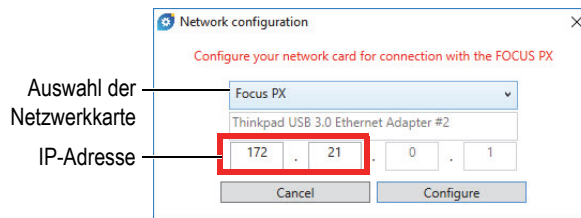

Abbildung 5-3 Auswahl der zu konfigurierenden Netzwerkkarte
4. Im Dialogfeld **Network configuration** wählen Sie die Netzwerkkarte aus, die für die FOCUS PX Verbindung verwendet wird (siehe Abbildung 5-3 auf Seite 25).